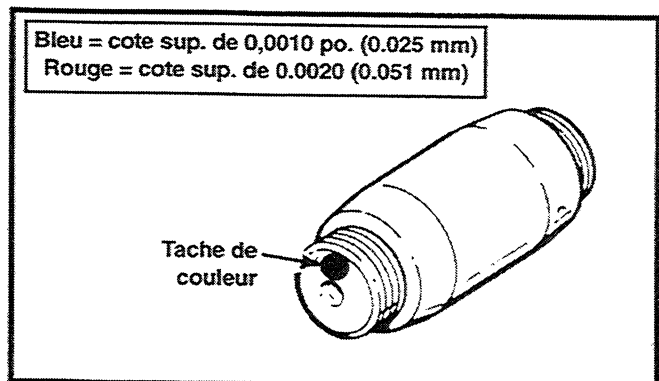

Figure 3-72. Identification des cotes des manetons
4. Voir Figure 3-72. Les manetons sont disponibles en deux cotes supérieures : 0.0010 et 0.0020 po. (0.025 et 0.051 mm). Une tache bleue à l'extrémité du maneton indique la cote supérieure de 0.0010 po. (0.025 mm), une tache rouge indique une cote supérieure de 0.0020 po. (0.051 mm). Les manetons de taille standard ne sont pas marqués.